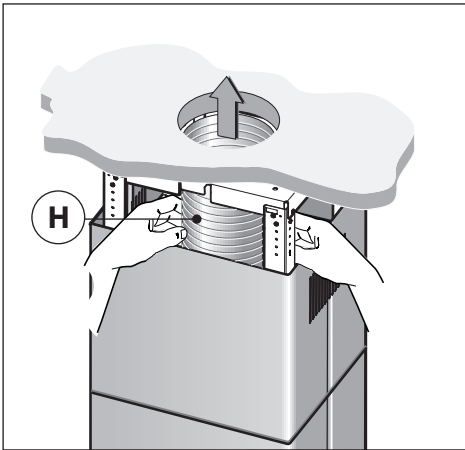

Fig.10
- **Вытяжной вариант:** закрепить гибкую трубу на заранее установленное отверстие отвода воздуха (Рис.10).